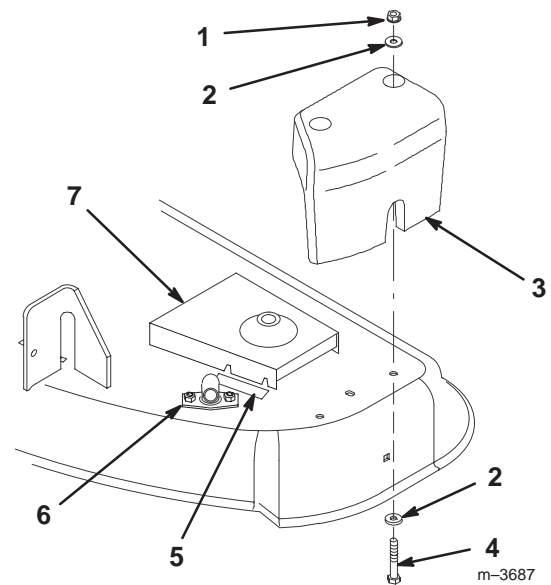

Figure 30
1. Placez le contrepoids du côté gauche du plateau de coupe, bien en appui contre le côté du plateau de coupe (Fig. 30).
1. Retirez les boulons de fixation du contrepoids en haut du plateau de coupe (Fig. 30).